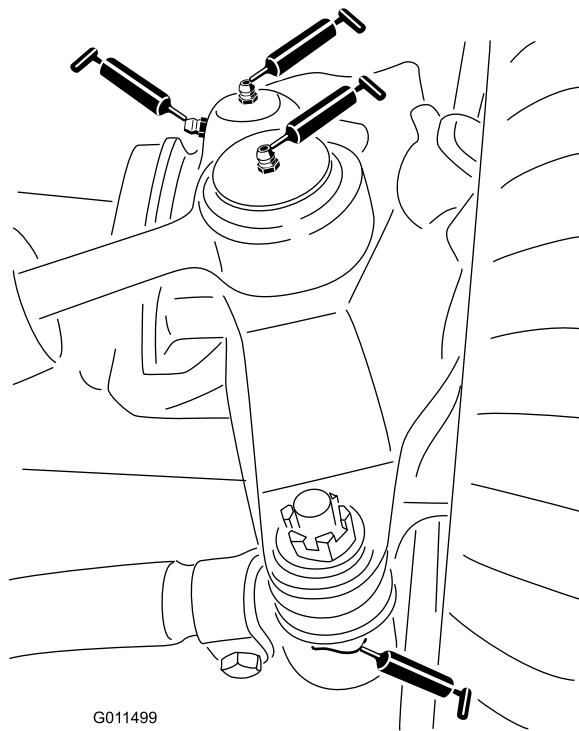

図 37
- ステアリングシリンダのボールジョイント 2ヶ所 図 37
- タイロッドのボールジョイント 2ヶ所 図 37
- キングピンのブッシュ 2ヶ所 図 37。